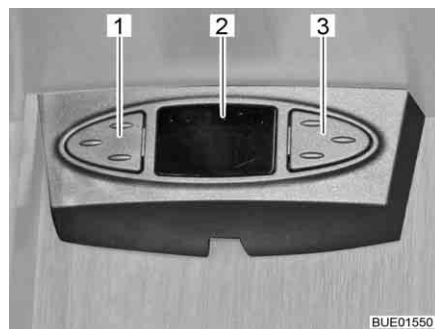

Fig. 38 Mouse satellitare
A seconda del modello l'impianto satellitare è equipaggiato con un mouse satellitare. Il puntatore (Fig. 38,2) del mouse satellitare indica il canale impostato. I due tasti permettono di controllare le funzioni base dell'impianto satellitare (cambio emittente, accensione/spegnimento).
- Selezionare l'emittente precedente dall'elenco delle emittenti: Premere il tasto di sinistra (Fig. 38,1).
- Selezionare l'emittente successiva dall'elenco delle emittenti: Premere il tasto di destra (Fig. 38,3).
- Passaggio tra radio e TV: Premere brevemente e contemporaneamente i tasti (Fig. 38,1 e Fig. 38,3).
- Accensione/spegnimento del ricevitore: Premere contemporaneamente e tenere premuti i tasti (Fig. 38,1 e Fig. 38,3).